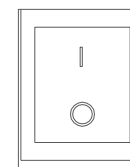

Imagen 6.8
▶ Durante la carga, encienda el interruptor de alimentación de la caja de batería de la silla de ruedas eléctrica y apague el botón de encendido del mando de control. Nota: El interruptor de encendido de la caja de batería está apagado cuando sale de fábrica. Asegúrese de encenderlo durante la carga. "I" corresponde al estado de encendido y "O" al estado de apagado, como se muestra en la imagen 6.8.
- Encienda el interruptor de alimentación de la caja de batería y pulse "I" para disponerla en estado normal de funcionamiento, como se muestra en la imagen 6.8.